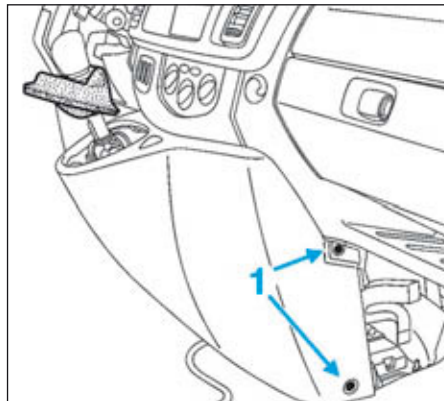

FIG.48
- Déposer les vis (1) (Fig.48) des deux côtés de la console centrale.